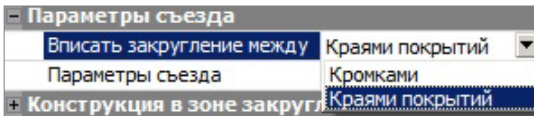

Рис. 26.25
- Вписать закругление между = Краями покрытий** или **Кромками** (имеются в виду кромки проезжей части) (рис. 26.25).
1. Параметр **Вписать закругление между** = *Кромками* или *Краями покрытия* (рис. 26.25).